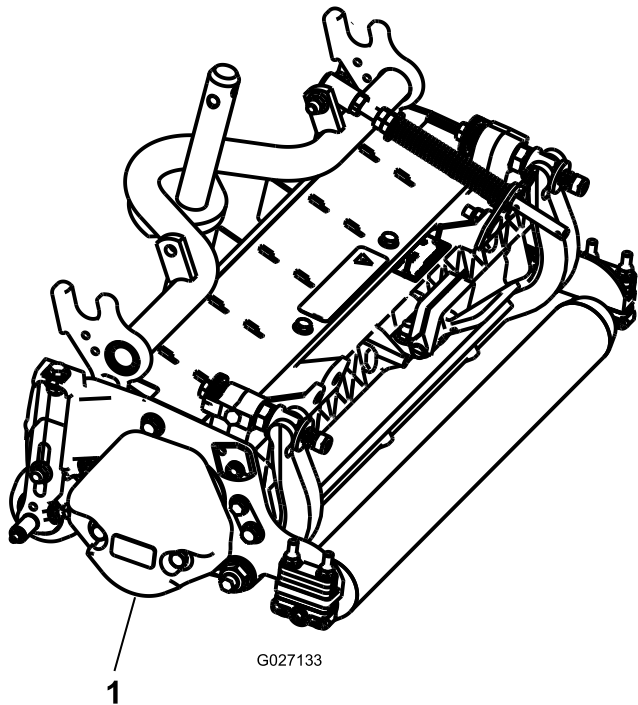

Bild 4
3. Stellen Sie sicher, dass das Gegengewicht (Bild 4) am richtigen Ende des Mähwerks montiert ist, wie in den Installationsanleitungen des Gegengewichts beschrieben.